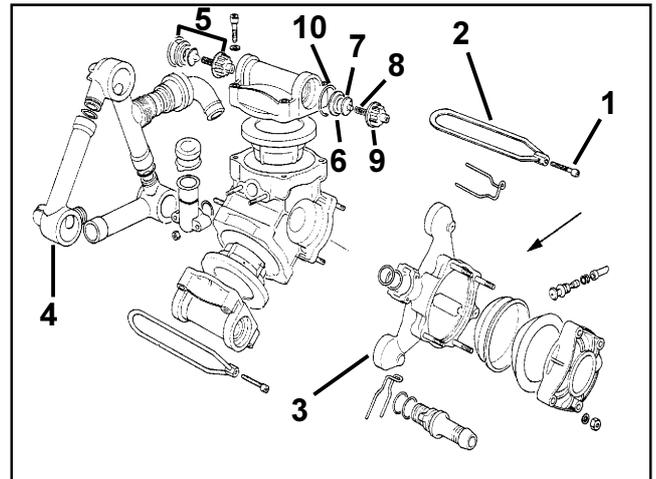
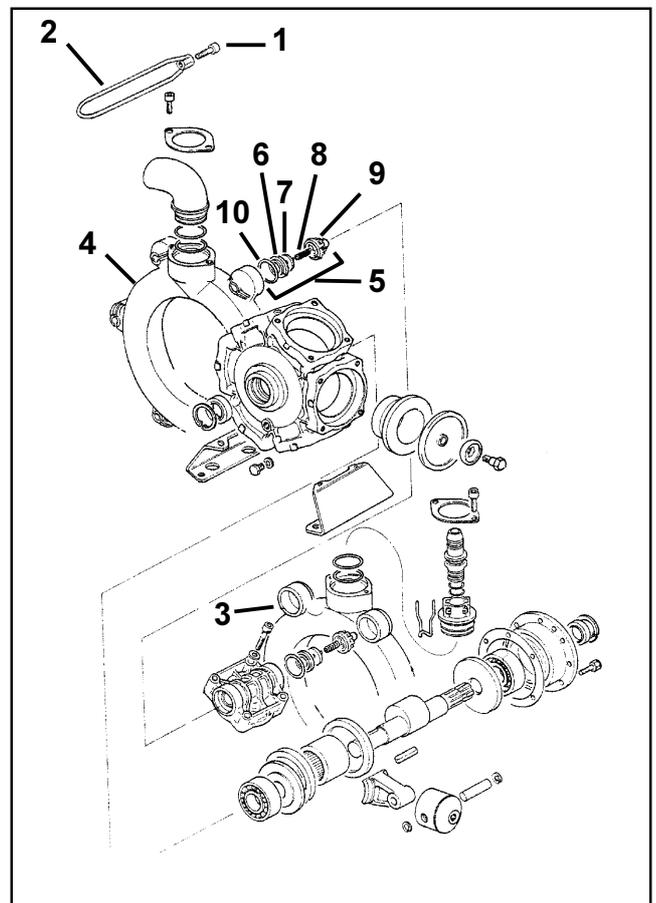

Fig. 9.8
Fig. 9.9
- Desserrez les vis (fig. 9.8/1, fig. 9.9/1) et retirez l'étrier (fig. 9.8/2, fig. 9.9/2.)
- Enlevez les tubes d'aspiration et de refoulement (fig. 9.8/3, fig. 9.9/3 et fig. 9.8/4, fig. 9.9/4).
- Enlevez les jeux de clapets (fig. 9.8/5, fig. 9.9/5).
- Contrôlez l'état des sièges (fig. 9.8/6, fig. 9.9/6), des clapets (fig. 9.8/7, fig. 9.9/7) des ressorts (fig. 9.8/8, fig. 9.9/8) des guides (9.8/9, fig. 9.9/9) et retirez les joints toriques (fig. 9.8/10, fig. 9.9/10).
**Au remontage, veillez à ce que les guides (fig. 9.8/9, fig. 9.9/9) ne soient pas endommagés. Leur endommagement peut provoquer le blocage des clapets.**
- Appliquez les conduits de refoulement (fig. 9.8/6, fig. 9.9/6) et d'aspiration (fig. 9.8/5, fig. 9.9/6) sur leur emplacement et fixez les avec les étriers.
- Serrez les vis (fig. 9.8/1, fig. 9.9/1) en étoile avec un couple de serrage de **11 Nm**.